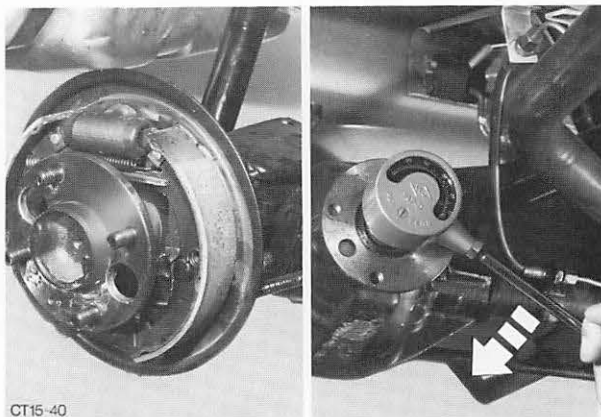

Abb. 99 Gesamtdrehmoment der Achse mit Drehmomentlehre 15-041 messen (Bremstrommeln abgebaut)
3. Drehmomentlehre 15-041 auf die Flanschmutter setzen und das Gesamtdrehmoment der Achse messen. Hierzu das Antriebskegelrad gleichmäßig durchdrehen. Drehmoment ablesen und notieren, z. B. 1,8 Nm (18 kpcm). Abb. 99.